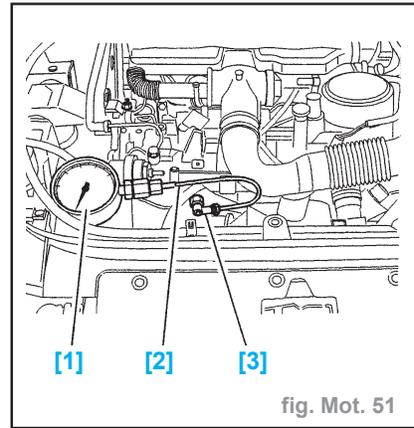

fig. Mot. 51
- Monter le raccord [3] (-). **1503-E** (fig. Mot. 51).